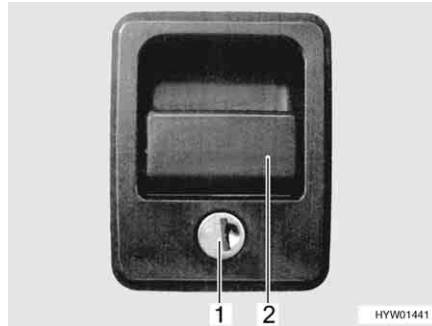

Fig. 41 Serratura dello sportello con impugnatura
- Inserire la chiave nel cilindro della serratura (Fig. 41,1) e ruotare di un quarto di giro. La serratura dello sportello è sbloccata.
- Tirare la maniglia della serratura (Fig. 41,2). In questo modo si apre lo sportello esterno.